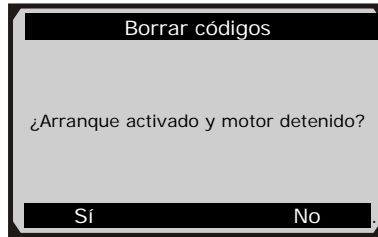

Figura 6.6
- 2) Después de presionar el botón **OK**, se mostrará un mensaje para solicitarle que verifique el estado del arranque y del motor. (Figura 6.6)